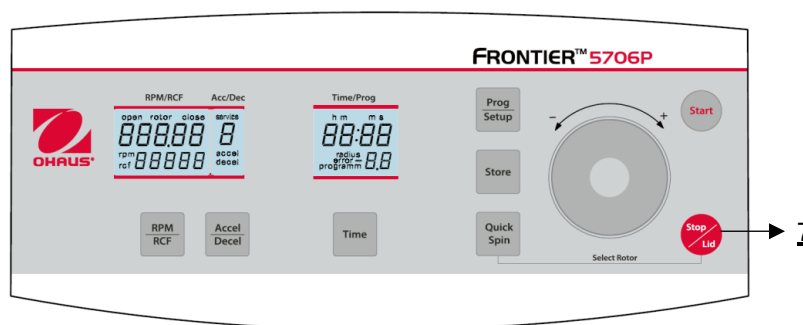

Figura 26
Con il tasto **"Stop/Coperchio"** (7) (vedere Figura 26) è possibile interrompere la corsa in qualsiasi momento. Dopo aver premuto il tasto, la centrifuga decelera con la rispettiva intensità preselezionata fino a fermarsi.